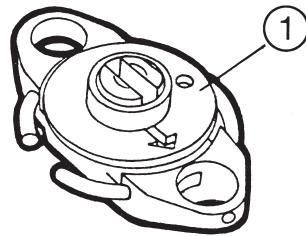

Fig. 4
En la parte superior lleva un disco de plástico, (1), con una flecha que debe coincidir en dirección y sentido con la que está grabada en el cuerpo de la válvula. En caso contrario se debe girar con un destornillador el eje de la válvula hasta que coincida. (Fig. 4).
Sur le disque plastique (1) de la partie supérieure se trouve une flèche qui doit être orientée dans le même sens que celle qui est gravée sur le corps de la vanne. Si ce n'est pas le cas, utiliser un tournevis pour faire tourner l'axe de la vanne de façon à ce que les deux flèches coïncident. (Fig. 4). Le point qui est situé à 90° de la flèche indique la position du by-pass de la sphère de l'obturateur de la vanne. La vanne avec détendeur doit être installée et montée conformément aux instructions indiquées précédemment et elle est raccordée au détendeur à trois voies par le raccord fourni.
O disco de plástico (1) da parte superior tem uma seta que deve coincidir com a que está gravada no corpo da válvula. Caso contrário, deve-se rodar o eixo da válvula com uma chave de parafusos até que ambas coincidam. (Fig. 4).